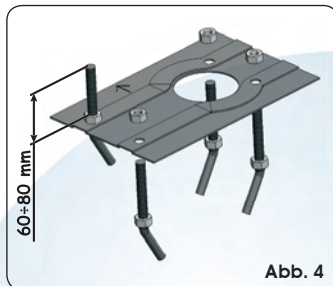

Abb. 4
1. Die Gründungsplatte laut Abb. 4 montieren.